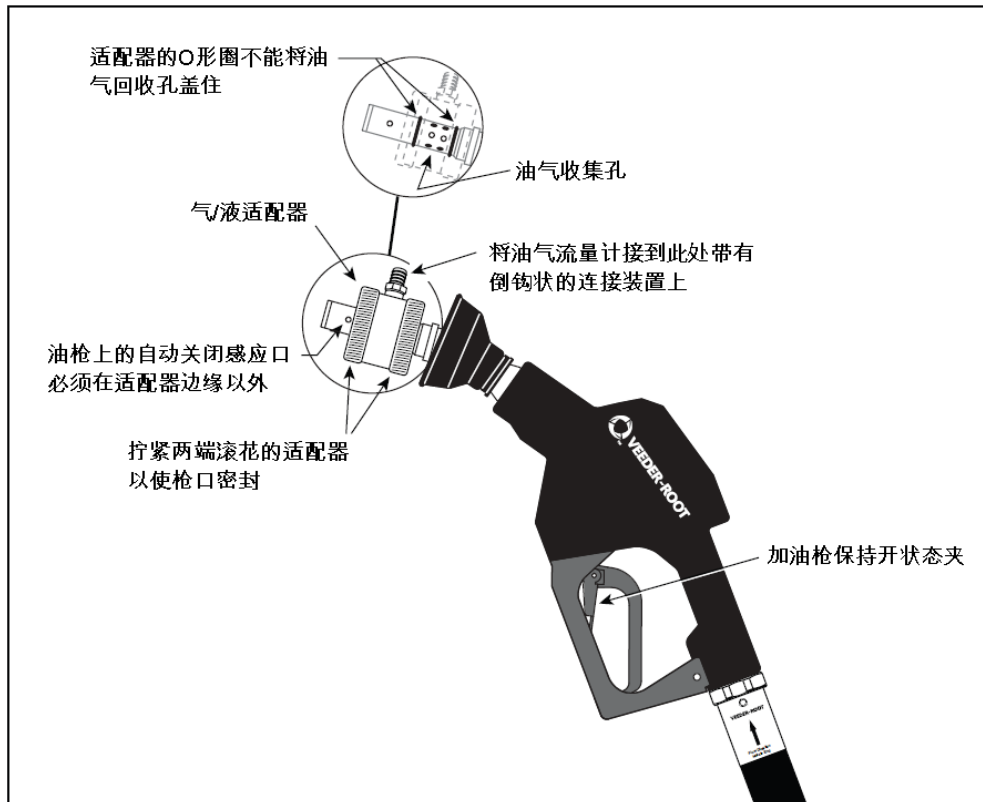

图 3. A/L 比适配器的安装
3. 确保油枪上的自动关闭感应口在适配器端面以外的区域 (图 3 所示)。
5. 确保油枪上的自动关闭感应口在适配器端面以外的区域（图 3 所示）。